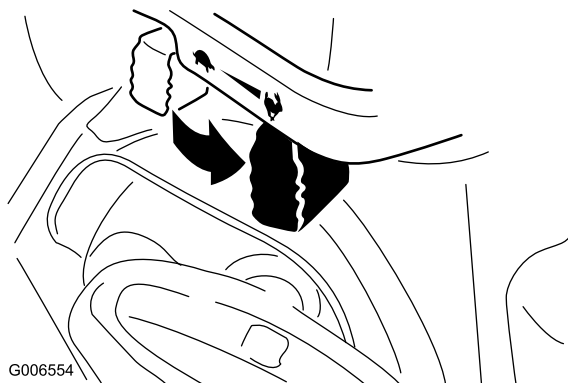

Figure 31
6. Placez la manette d'accélérateur en position haut régime (Figure 31).